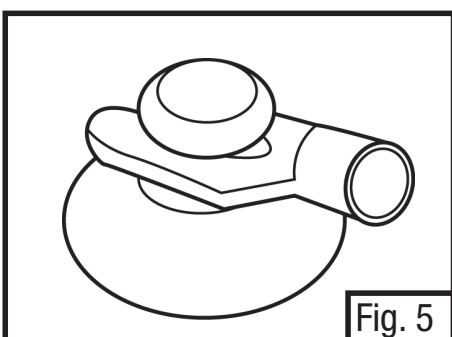

Fig. 5
7. Anexe a concha de sucção nas pontas tipo garfo do clipe retentor. (Fig. 5)